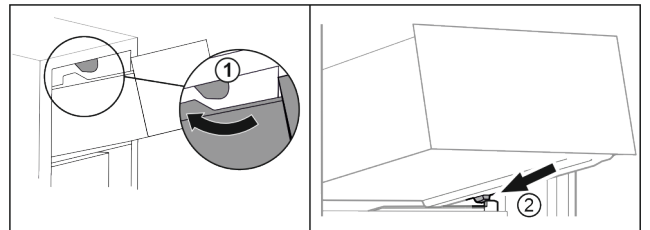

Fig. 90
- ▶ Guider le tiroir en contournant les butées supérieures. Fig. 90 (1)
- ▶ Placer le tiroir, en l'inclinant, derrière les butées inférieures sur la nervure de récipient. Fig. 90 (2)